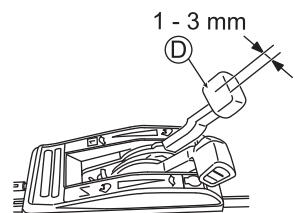

Fig. 27
Réglez le jeu du Levier de changement de vitesse (D) à 1 – 3 mm ainsi qu'ilustré dans la Fig. 27.
- 3 Démarrez le moteur et vérifiez que la vitesse de rotation change lorsque vous activez le Levier de changement de vitesse (D).